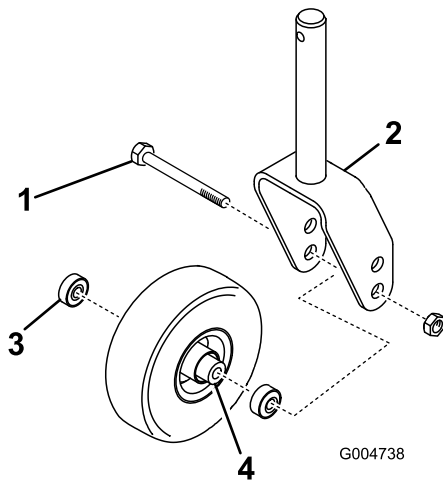
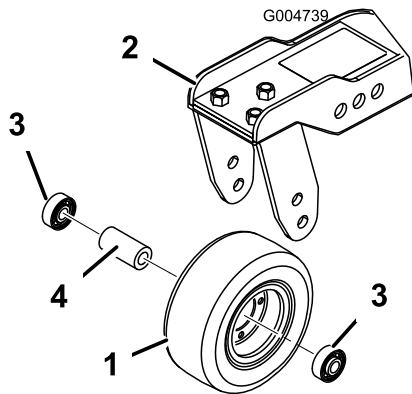

Figure 82
Figure 83
1. Retirez le contre-écrou du boulon vis de fixation de l'ensemble roue pivotante entre la fourche (Figure 82) ou le bras pivotant (Figure 83). Maintenez la roue pivotante et sortez le boulon de la fourche ou du bras pivotant.
2. Enlevez le roulement du moyeu de la roue et laissez tomber la douille d'écartement à l'extérieur (Figure 82 et Figure 83). Enlevez le roulement de l'autre côté du moyeu.